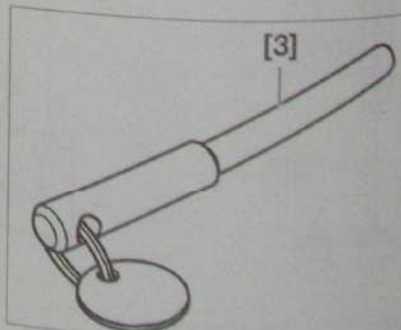

Fig. 5
- [3], Outil de calage du vilebrequin Ø 5 mm (réf : 0194-A) (Fig.5).